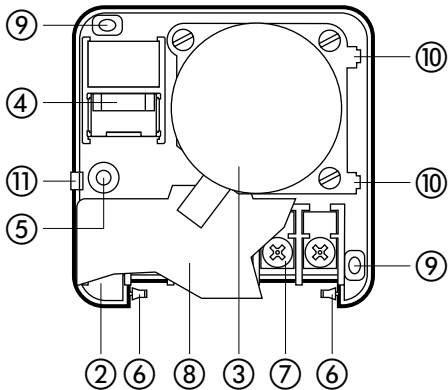

Рис. 1
- Снять крышку ① путём нажатия отверткой на крючок блокировки крышки и приложить лёгкое давление вниз на регулировочную ручку (Рис.1).